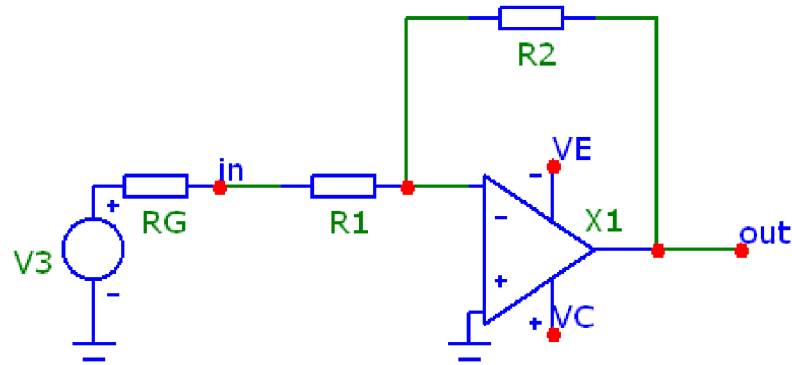

Рис. 10. Схема инвертирующего усилителя на ОУ
1.Собрать схему инвертирующего усилителя на ОУ (рис. 10).